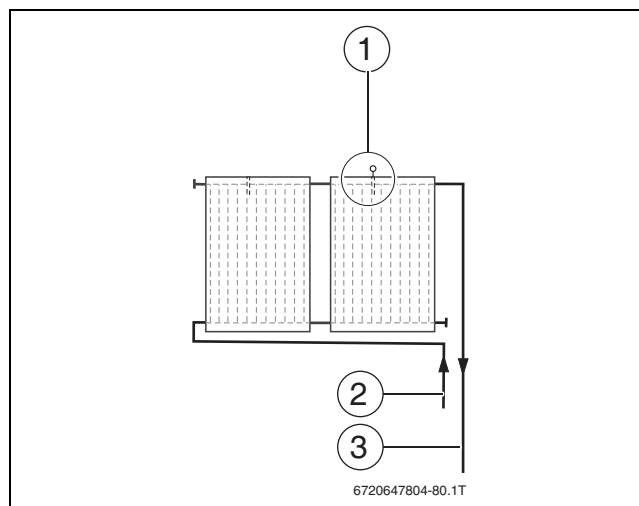

Рис. 65 Расположение датчика коллектора
- ▶ Установите датчик в коллектор, к которому подключена подающая линия (→ рис. 65).